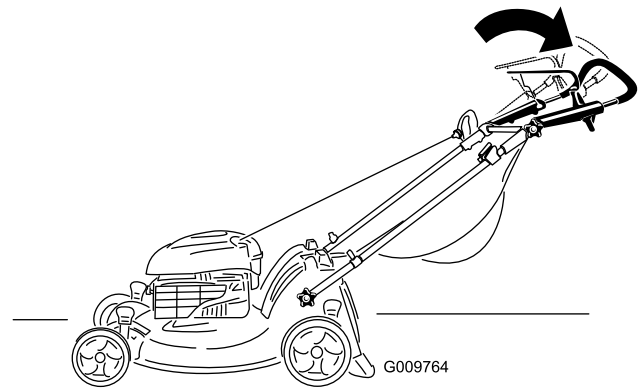

Figure 13
2. Placez la partie supérieure du guidon à la position voulue (Figure 13).